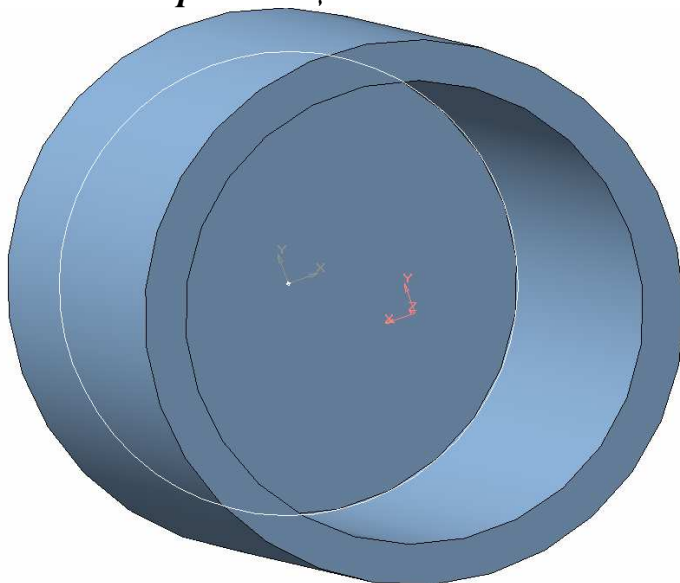

Рис. 55 – Послідовність операцій пункту 4.1
4.1 Відкрити збережений раніше файл. Виберіть площину нижньої основи всередині області, отриманої при вирізанні витисненням ескізу, і натисніть кнопку  (див. рис. 55). Для зручності роботи поверніть модель до себе за допомогою кнопки «Ориентация» - .